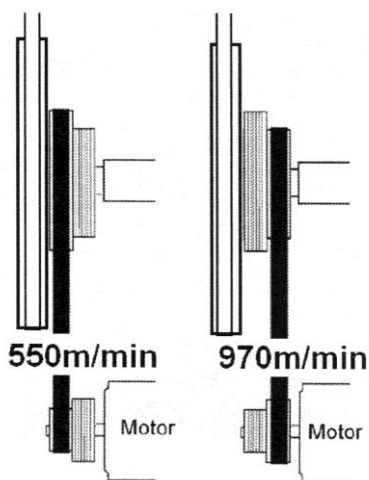
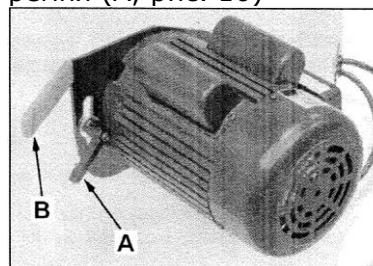

Рис. 15
Рис. 16
7.5 Регулировка скорости движения ленточного полотна (JWBS-18Q, JWBS-20Q) (рис. 15).
Изменение скорости движения полотна (рис. 16)
Отключите станок от источника эл. питания. Ослабьте ручку, регулирующую натяжение ремня (A, рис. 16)
Возьмитесь за ручку (B, рис.16), приподнимите её вверх и другой рукой закрутите ручку (A, рис.16). Переставьте ремень на шкивах (рис. 15) , затем снова ослабьте ручку (A, рис.16). Ручку (B, рис.16) надавите вниз с небольшим усилием и не отпускайте пока другой рукой не закрутите ручку (A, рис.16)